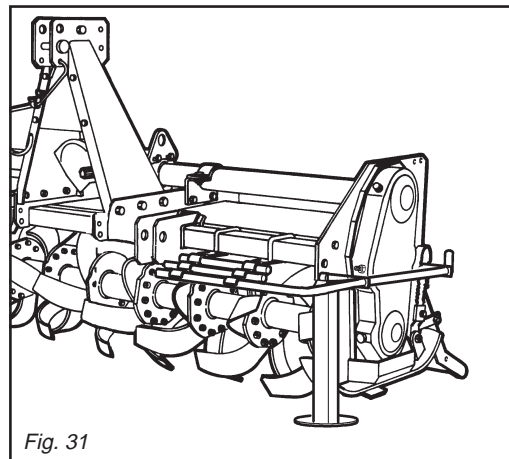

Fig. 31
- 1) Position the support foot as shown in the figure 31.
- 1) Den Stützfuß wie in Abb. 31 gezeigt anordnen.
- 1) Placer le pied d'appui (voir figure 31).